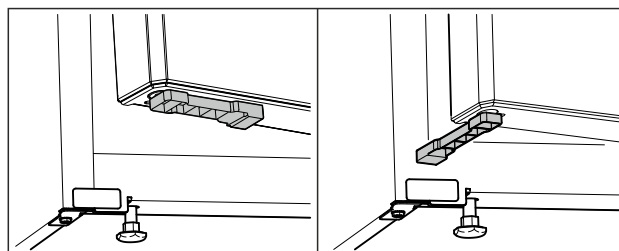

Fig. 83 *
- ▶ Držalo razdalje vrat obrnite za 90°. (glejte Fig. 83) *